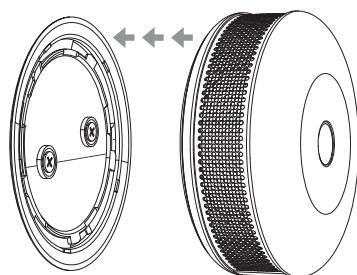

Fig. 6.
6. Przyłóż urządzenie do zainstalowanej na ścianie pokrywy (Fig. 6).